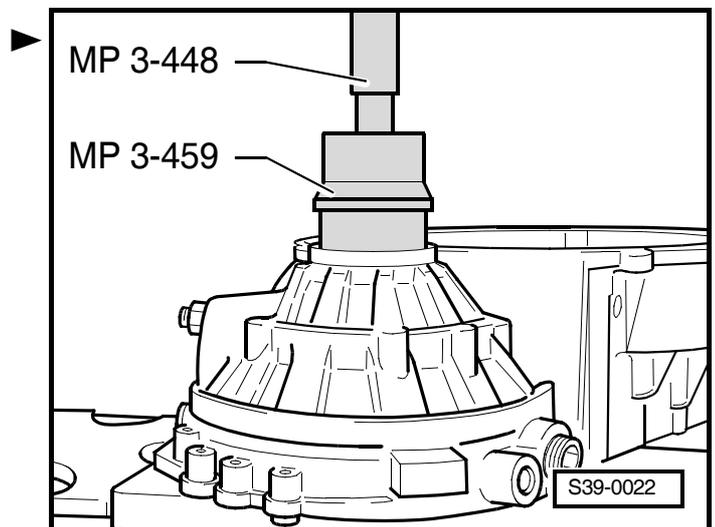

Fig. 2: Emmancher la bague extérieure/le roulement à rouleaux coniques dans le carter d'embrayage
- Emmancher ⇒ Fig. 2 au **39-3** page 3
- Emmancher la bague extérieure/le roulement à rouleaux coniques dans le carter d'embrayage au moyen de la coupelle de pression -MP 3-464- à cet effet ⇒ Fig. 2 au **39-3** page 3.